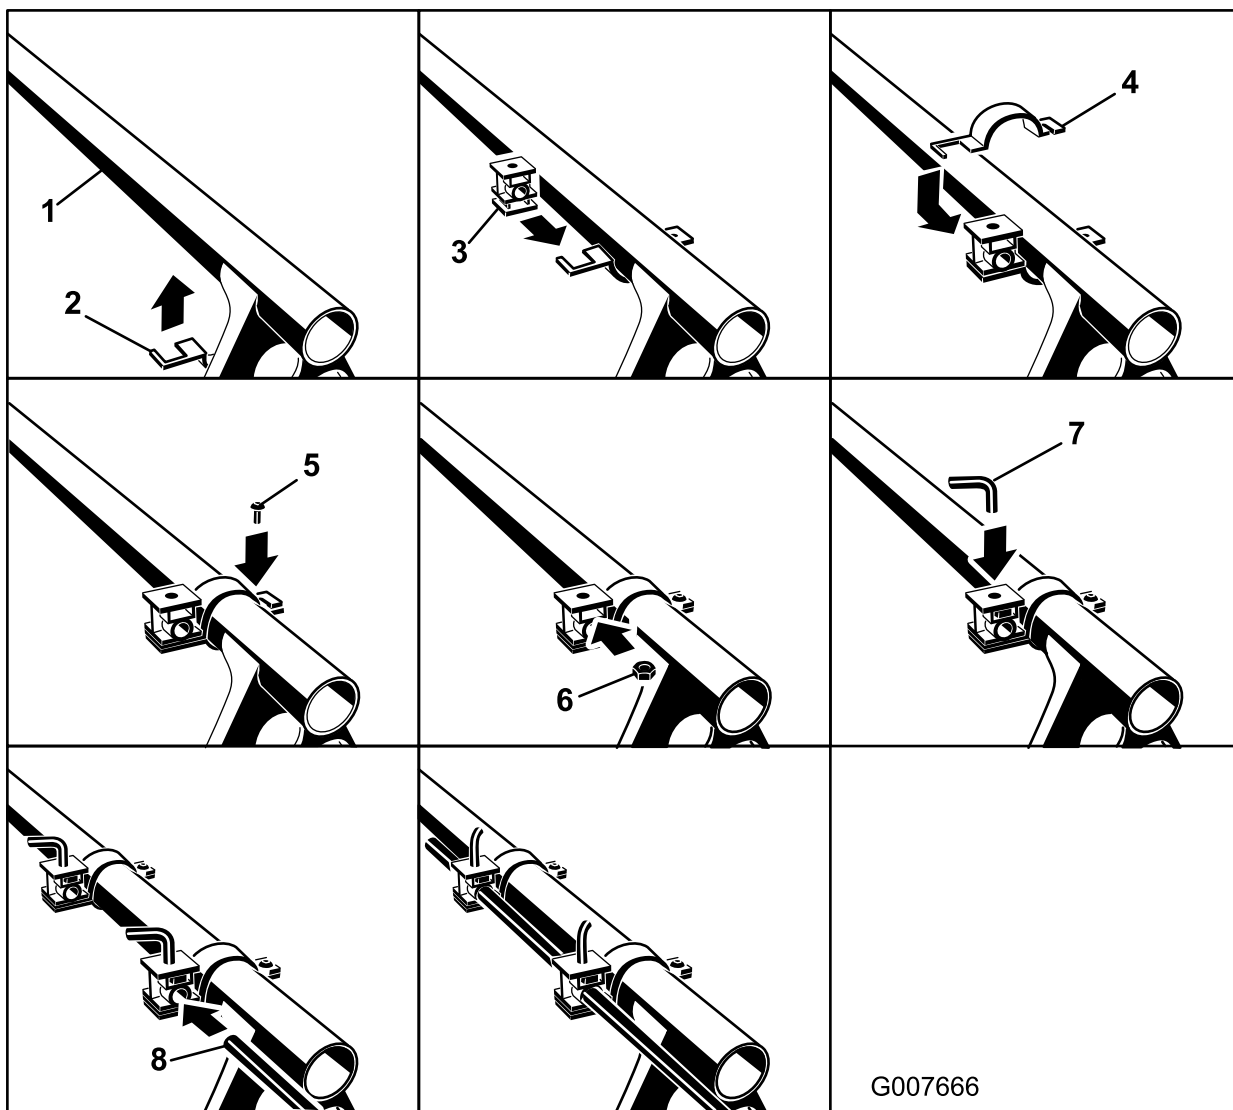

Figura 20
3. Monte el soporte y el espaciador según se indica (Figura 20).